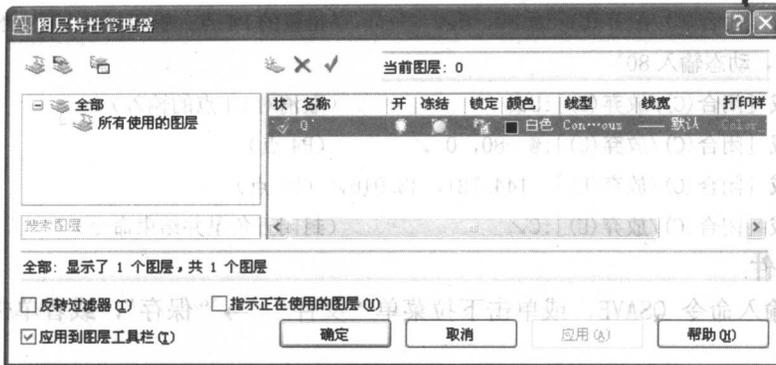

图 2-2 “图层特性管理器”对话框
(1) 在命令行输入命令 LAYER, 或者单击下拉菜单“格式”→“图层”, 或者单击图层工具栏命令图标 , 系统打开“图层特性管理器”对话框。如图 2-2 所示。